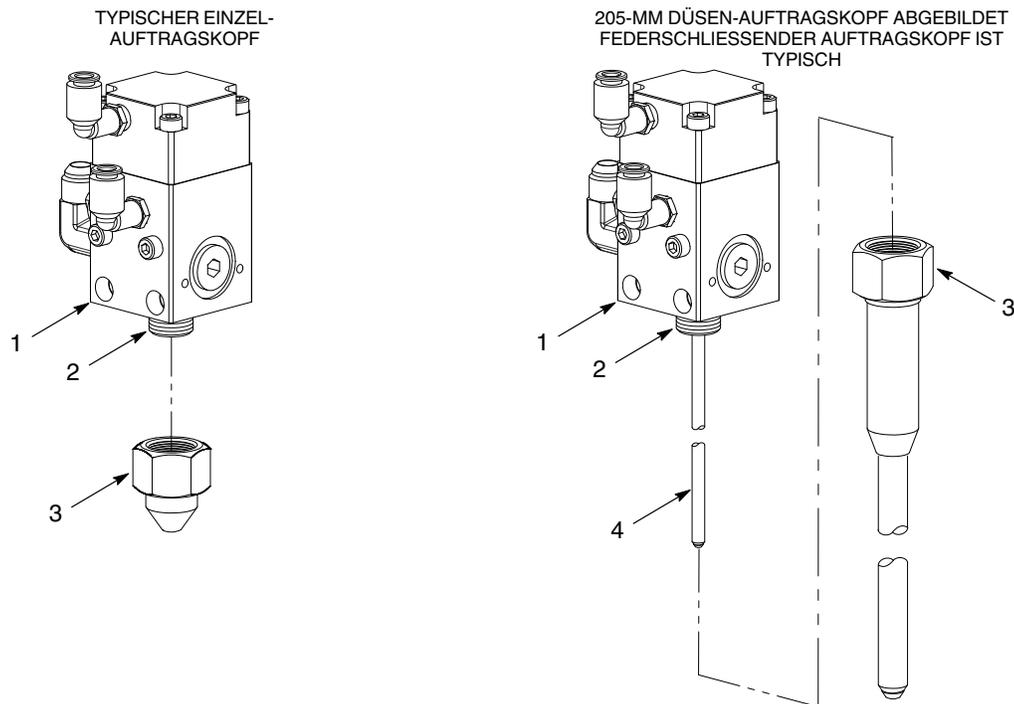

Abb. 8 Verstopfte Düse reinigen
4. Siehe Abb. 8. Folgende Schritte ausführen:
- a. Vorsichtig die Düse (3) vom Auftragskopf (1) abnehmen.
- b. Die Düse (3) und das Gewinde des Auftragskopfes (2) mit einem kompatiblen Lösungsmittel reinigen.
- c. Die Kolbenstange (4) am federschließenden Auftragskopf und am Auftragskopf mit 205-MM Düse mit einem kompatiblen Lösungsmittel reinigen.